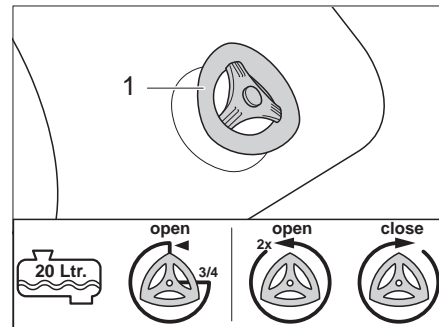

Bild 259 Ablasshahn
- 1/2 voll oder weniger: Den Ablasshahn (Bild 259,1) eine 3/4-Umdrehung gegen den Uhrzeigersinn drehen.
- 3/4 voll und mehr: Den Ablasshahn (Bild 259,1) 2 Umdrehungen gegen den Uhrzeigersinn drehen.
- Ablasshahn (Bild 259,1) im Uhrzeigersinn schließen.